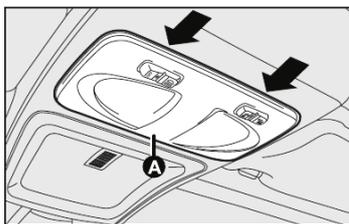

fig. 36
- 1) Com uma chave de fenda nos pontos indicados **fig. 36**, remover o conjunto da luz interna montada a pressão pelas travas;